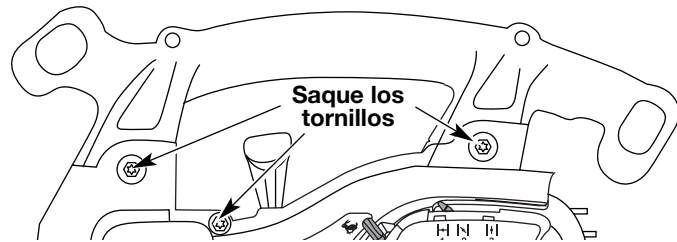

Fig. 33
1. Quite los 2 tornillos de la manija utilizando un destornillador de hoja plana, o un destornillador de cabeza torx del número T20, mientras sujeta las tuercas con una llave para tuercas de 3/8" (Fig. 33).
2. Saque el perno superior situado cerca de la manija de la cuerda del arrancador con las herramientas mencionadas en el paso 1 (Fig. 33).